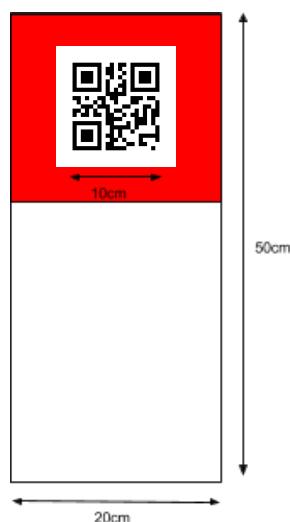

Figura 6: Modelo de marcador sobre un obstáculo
2. Los marcadores estarán pegados sobre los obstáculos tal y como muestra la Figura 6 (ver pág. siguiente). El fondo sobre el que se encuentran pegados los marcadores será de color rojo.